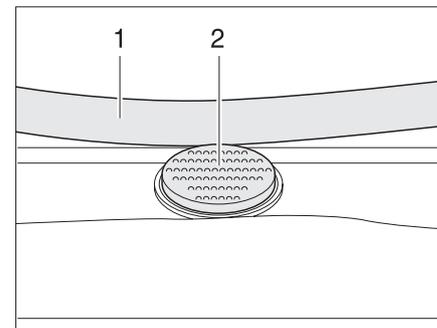

Fig. 33 Bouton de sûreté sur le lanterneau Heki
- ▶ Appuyer sur le bouton de sécurité (Fig. 33,2) et tirer l'étrier (Fig. 33,1) vers le bas avec les deux mains.